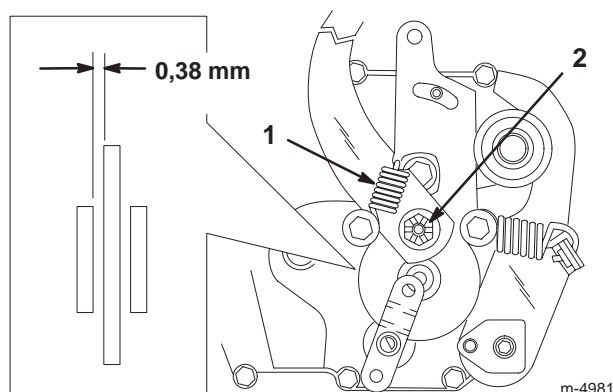

Figure 20
Le frein se trouve du côté droit de l'essieu arrière, à l'intérieur du pneu arrière (Fig. 20). Si le frein ne tient pas ou si la puissance de freinage est insuffisante, un réglage s'impose.
2. Déposez le ressort du bras de frein (Fig. 20).
3. Enlevez la goupille fendue qui retient l'écrou de réglage du frein et desserrez légèrement l'écrou (Fig. 20).
4. Insérez une jauge d'épaisseur de 0,38 mm entre le disque de frein et la rondelle de frein (Fig. 20).